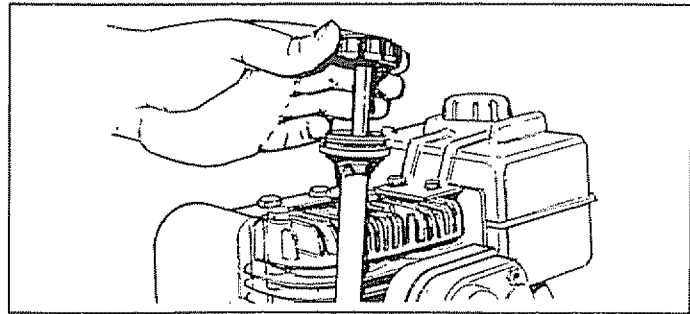

FIG. 13
- Limpie el área alrededor del llenado de aceite y retire la varilla de medición (Fig. 13).